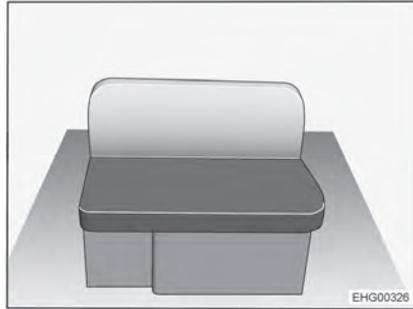

Fig. 21 Banco longitudinal a la derecha
- Quitar el cojín del asiento y el cojín del respaldo del banco longitudinal (Fig. 21).